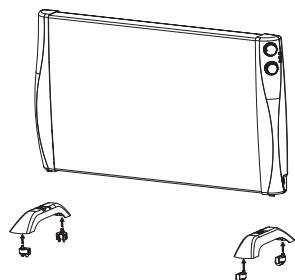

Figura 1
- Fixe os pés nos orifícios de montagem dos pés (Figura 1).